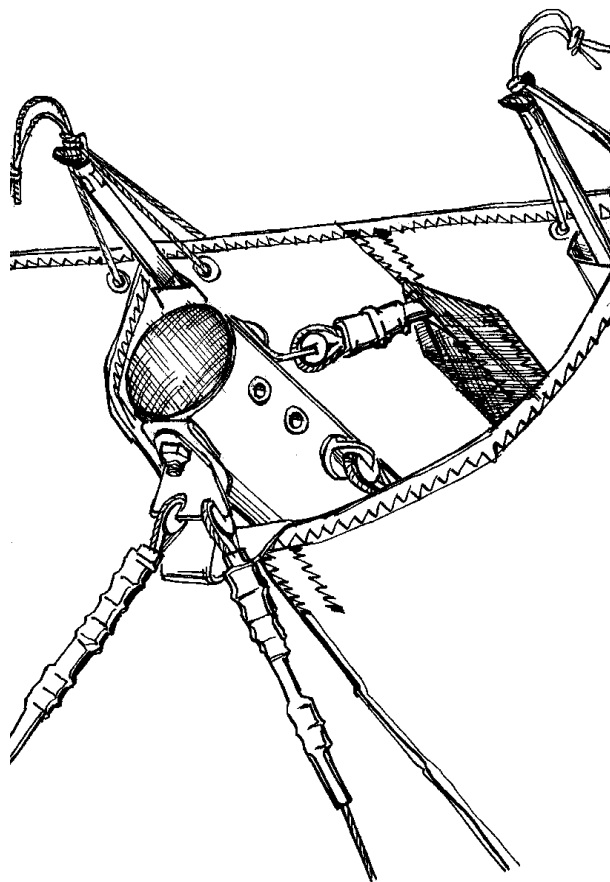

Рис.33
3.9. Проверьте верхний задний трос (особенно заделки троса), крепление лямки килевого кармана, крепление задних нижних тросов к килевой трубе, правильность соединения, наличие крепежа и контровочного кольца. (Рис.33).